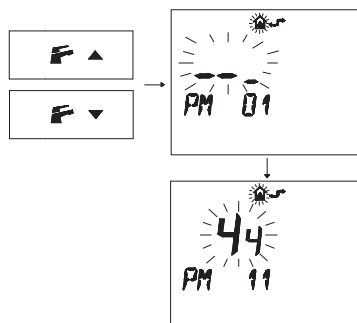

Figura 5.49
- Premere i pulsanti \mathbb{F} ▲ o \mathbb{F} ▲ per visualizzare la programmazione "PM11" della postcircolazione pompa (Figura 5.49).